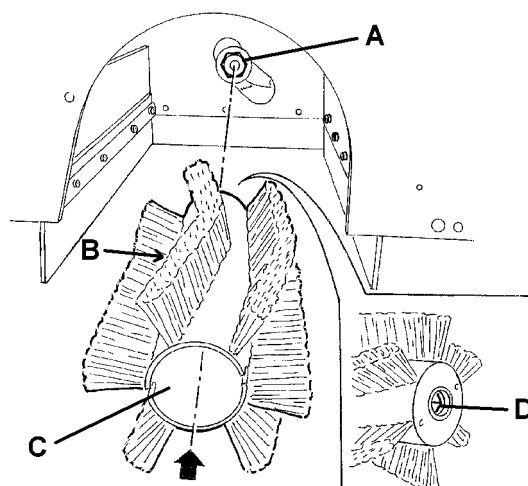

Figure 8
8. Contrôler que le moyeu entraîneur (A, Fig. 8) est propre et non obstrué par des objets (cordes, chiffons, etc.) enroulés accidentellement.
9. Installer le nouveau balai central, en orientant les poils (B, Fig. 8) comme indiqué dans la figure.
10. Installer le nouveau balai central (C, Fig. 8) dans la machine et s'assurer que sa prise (D) s'insère dans le relatif moyeu entraîneur (A).